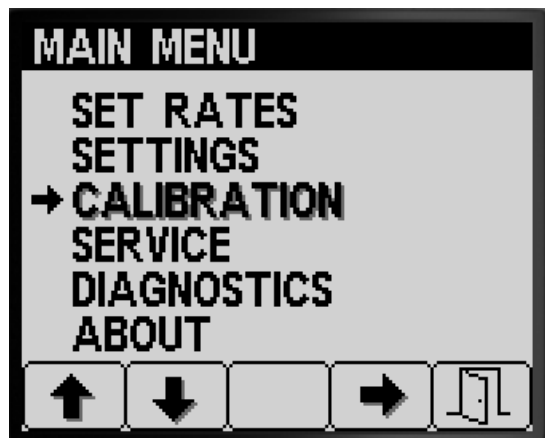

Figura 39
2. Para aceder ao ecrã Calibração, prima os botões 1 ou 2 no ecrã MENU PRINCIPAL para navegar para a opção CALIBRAÇÃO (Figura 39).
3. Prima o botão 4 para seleccionar o submenu Calibração (Figura 39).